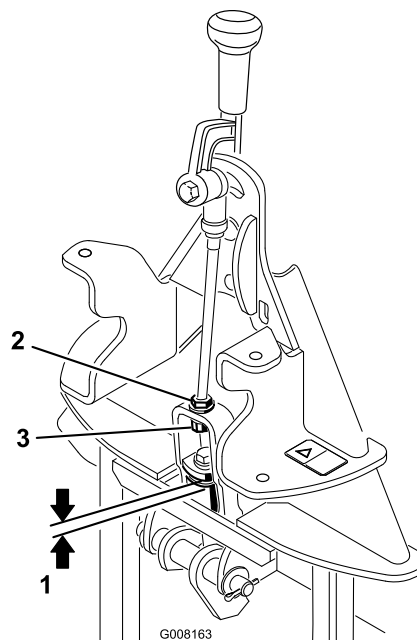

Figura 5
2. Meça a falha entre a anilha superior e a cunha do conjunto articulado no adaptador de acessórios, conforme se indica em Figura 5.